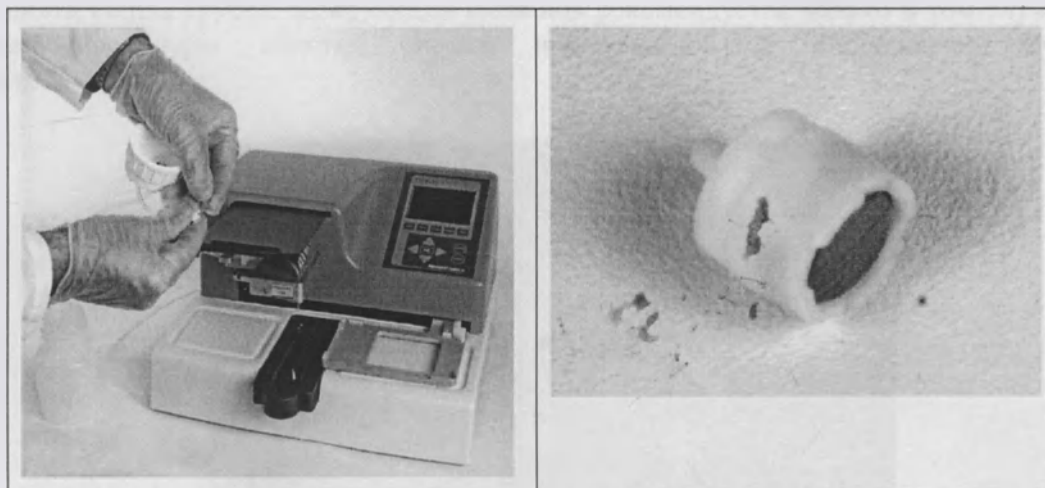

Рисунок 5-23. Удаление фильтра для реагента
- Опорожните резервуар для реагента или установите пустой резервуар для реагента и удалите фильтр для реагента, находящийся в нижней части резервуара для реагента, вытащите его, взявшись за конец трубки с крышкой (рисунок 5-23).